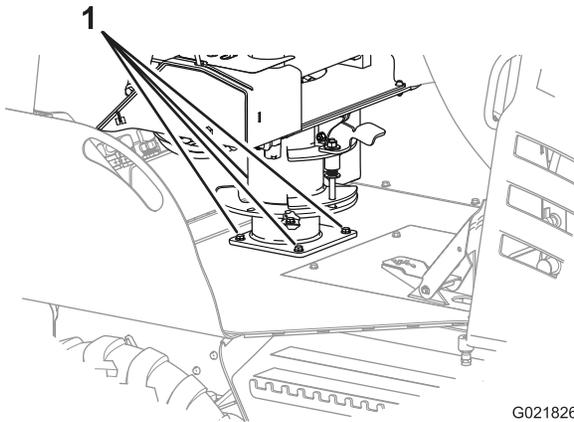

Figure 97
2. Vérifiez que les 4 boulons qui fixent le siège au châssis de la machine sont serrés à un couple de 5,4 à 6,8 Nm (48 à 60 po-lb); voir Figure 97.